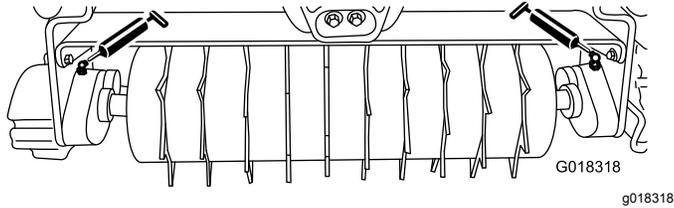

図 6
各スパイクユニットにはグリスフィッティングが2つあります(図6から、15 運転時間ごとに #2 リチウムグリスを注入してください。ハンドガンを使って手作業でグリスアップするのがベストです。
2. グリスフィッティング(図6)の周囲をウェスできれいに拭く。